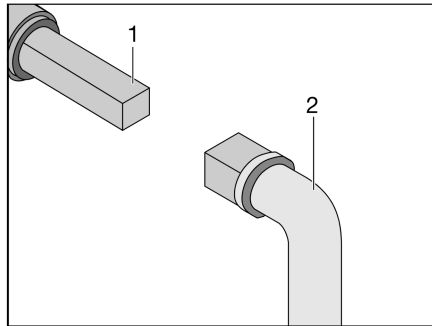

Fig. 353 Utilizzo del rubinetto di scolo delle acque grigie
- Inserire la chiave (Fig. 353,2) sul perno quadro (Fig. 353,1).